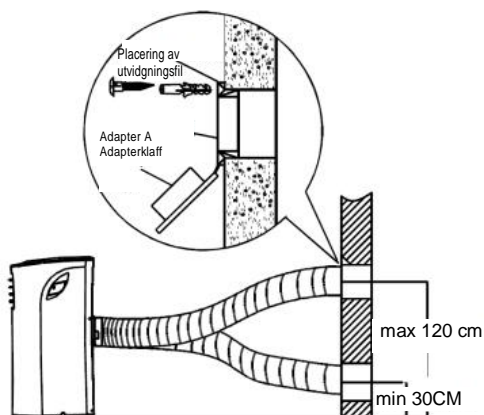

Bild.19
1. Borra ett hål i väggen. Montera väggutloppsadapter A på väggen (utsida) med hjälp av 4 utökningsstift och träskruvar och var noga med att fästa ordentligt. (se bild 19)